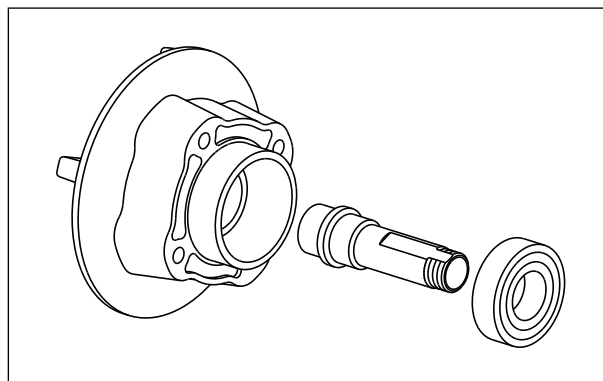

Fig. 6.73
- Remova o rolamento de esferas e o eixo de fixação da coroa de transmissão do flange da coroa. (Fig. 6.73)